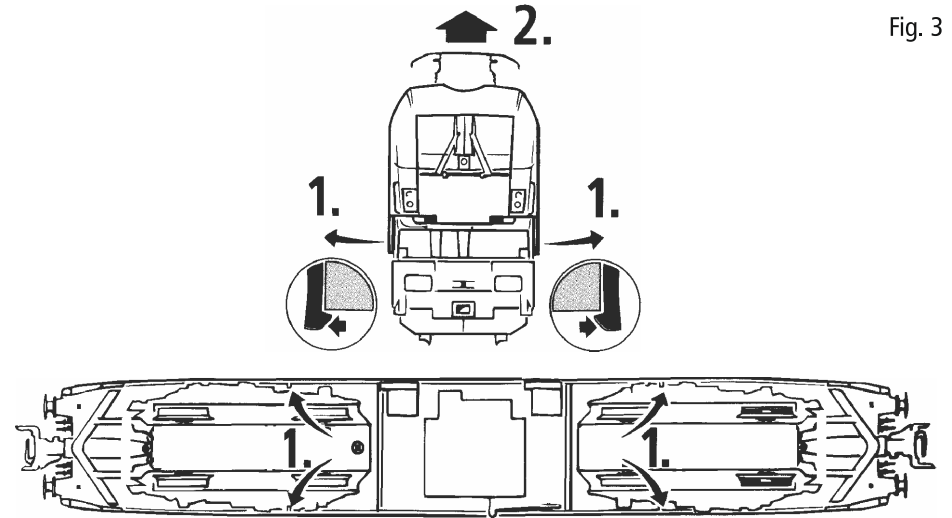

Fig.4
1. Reinigung der Radstromkontakte: Radstromkontakte können auf unsauberen Schienen leicht verschmutzen. Entfernen Sie **vorsichtig** mit einem kleinen Pinsel **den Schmutz** an den in Fig. 4 gekennzeichneten Stellen. Dazu zuerst den Getriebedeckel abnehmen (Fig. 8).
1. Nettoyage des lames de courant aux roues: Les lames de contacts risquent de s'encrasser rapidement sur des voies poussiéreuses. Veuillez **enlever la poussière** aux endroits marqués à la fig. 4 à l'aide d'un petit pinceau souple. A ces fins démontez d'abord le bogie (fig. 8).
2. Graissage: N'appliquez **qu'une toute petite goutte** aux endroits indiqués par le plan de graissage (fig. 6) après avoir démonté la caisse de la locomotive (fig. 4). Nous vous recommandons **le graisseur à huile Roco réf. 10906**. Pour graisser les engrenages (roues dentées, vis sans fin) nous vous conseillons **la graisse spéciale Roco réf. 10905** pour engrenages en matières synthétiques. Lorsque vous utilisez cette graisse il faut éviter d'huiler ces composants.
1. Cleaning of wheel contacts: Wheel contacts easily get dirty on tracks which are not entirely clean. Use a small brush to **remove dirt** from spots marked in fig. 4. Prior to cleaning the contacts dismantle the bogie (fig. 8).
Fig.4 a